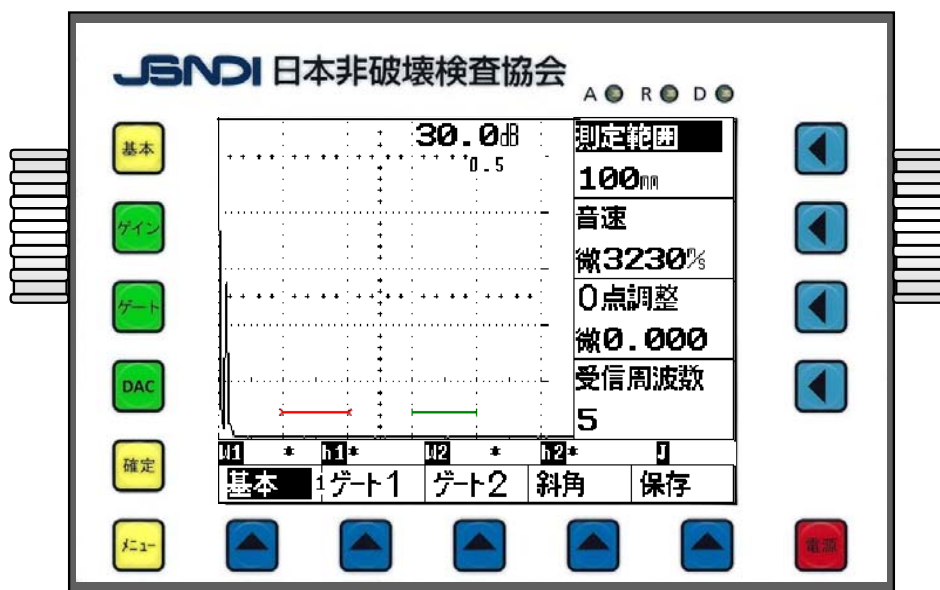

図1 初期画面
- 初期画面は、図1に示すとおりで、画面上部にゲイン値と小さくゲインの変化量(ピッチ)が表示され、右側に測定範囲、音速、0点調整、受信周波数が表示されている。初期化直後には、測定範囲は100mm、音速は3230m/sである。ゲート1の起点は20mmで幅が20mm、ゲート2は起点が60mmで幅が20mm、ゲート高さはいずれも10%になっている。
-  キーをもう一度押しと“微”の文字が数値の前に表示されて、数値を細かく変更させる事ができる。(例：図1の音速の3230m/sの前にある文字)
- 途中で操作が分からなくなった場合、  キーを押すと図1の初期画面と同じ構成の表示になる。
- ①初期画面では、図1のように、ゲート1(赤色)とゲート2(緑色)が表示されている。